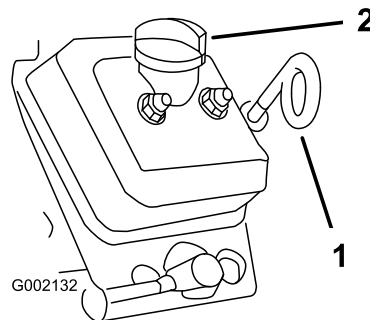

Рисунок 35
5. Очистите поверхность вокруг измерительного щупа и крышки заливной горловины тканью (Рисунок 35), чтобы загрязнения не могли попасть в трубку измерительного щупа или заливную горловину и привести к повреждению двигателя.
6. Извлеките масломерный щуп и протрите его начисто (Рисунок 35).
7. Вставьте масломерный щуп в трубку щупа и убедитесь в том, что он установлен до упора (Рисунок 35).
10. Установите крышку заливной горловины на место (Рисунок 35).
11. Вставьте измерительный щуп до упора (Рисунок 35).